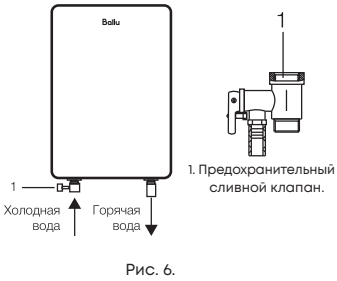

Рис. 6.
- Предохранительный обратный клапан следует устанавливать в месте входа холодной воды (см. рис. 6).